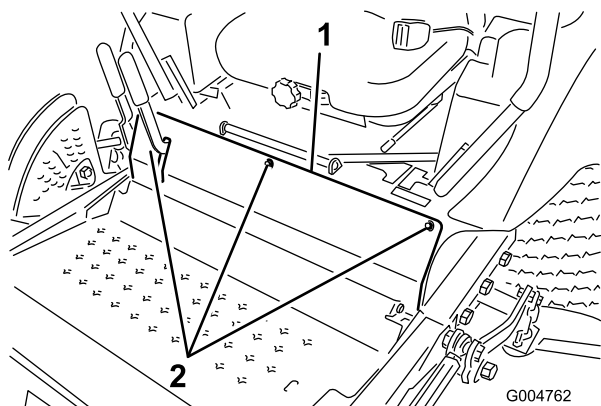

Figura 66
3. Retire os parafusos que fixam o painel dianteiro e retire o painel (Figura 66).